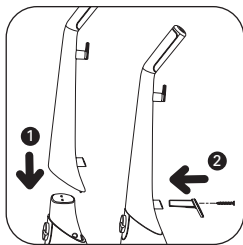
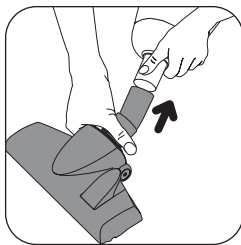

fig. 1
fig. 2
- 1 • Assemblez votre aspirateur (fig. 1) - (fig. 2)
- 2 • Sélectionnez le bon accessoire* (fig. 2)